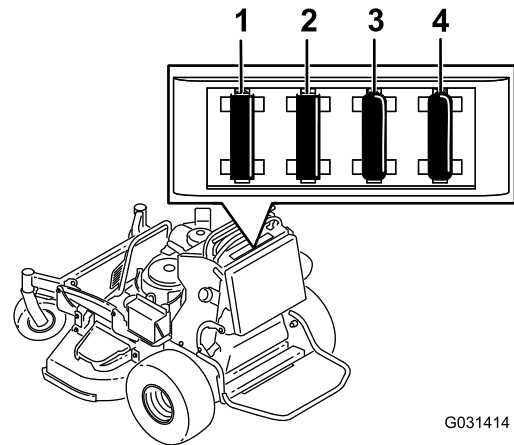

Figura 50
2. Tire hacia fuera del fusible para retirarlo o cambiarlo (Figura 50).
Nota: Asegúrese de instalar un fusible del tamaño correcto (Figura 50).